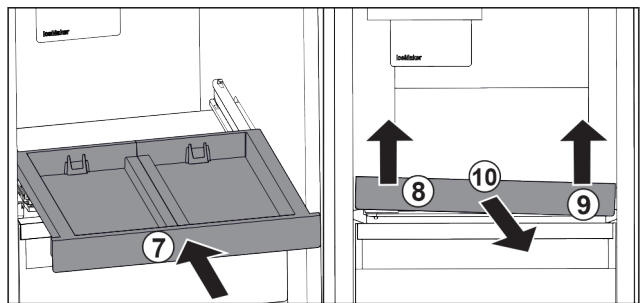

Fig. 35
- ▶ Вкарайте изтеглящата се дъска. Fig. 35 (7)
- ▶ Повдигнете изтеглящата се дъска отпред отляво. Fig. 35 (8)
- ▶ Повдигнете изтеглящата се дъска отпред отдясно. Fig. 35 (9)
- ▶ Извадете изтеглящата се дъска напред. Fig. 35 (10)